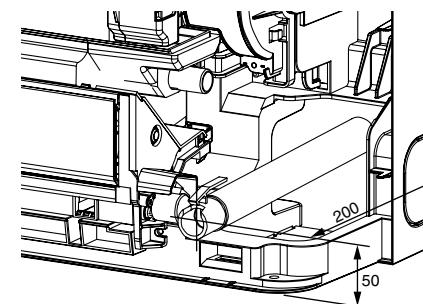

Рис. 7
- При прокладке дренажного трубопровода, убедитесь, что дренажный шланг ① проложен в соответствии с рисунком. (Рис. 7)